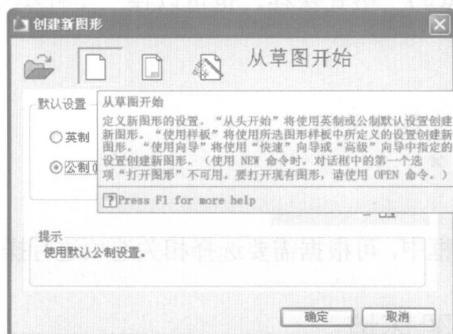

图 1-3 “创建新图形”对话框
(1) 在命令行中输入 STARTUP，按 Enter 键，并设置其新值为 1，再按 Enter 键，然后使用相同的方法，在命令行中输入 FILEDIA，将其设置为 1。
(2) 在命令行中输入 NEW，按 Enter 键，打开“创建新图形”对话框，如图 1-3 所示，单击“从草图开始”或“使用样板”按钮选择创建类型，单击“确定”按钮。默认情况下，图形样板文件存储在 Template 文件夹中，以便访问。